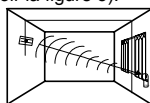

Figure 3
Pour obtenir les performances optimales, le VITRON sans fil doit être monté aussi près que possible et face à la zone vitrée à protéger, comme représenté dans la figure 3.
- Monté sur le mur faisant face** - (Pour obtenir les meilleurs résultats, le VITRON sans fil est centré face à la vitre, voir la figure 3).